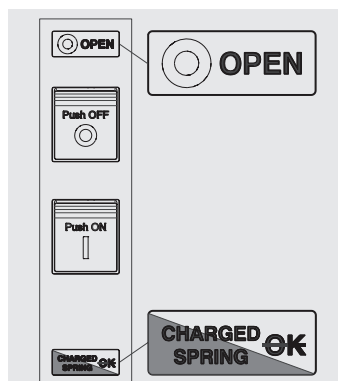

Figure 81
5. Disjoncteur ouvert avec ressorts bandés et pas prêt à la fermeture (voir Figure 81). Cet état se vérifie dans les cas suivants: